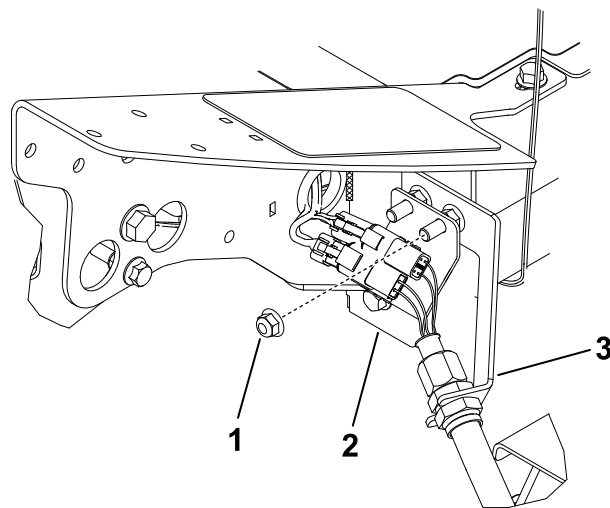

Figura 26
1. En la esquina delantera izquierda del bastidor (posición de la unidad de corte Nº 4), retire la tuerca con arandela prensada adicional del perno que sujeta el soporte de pasamuros a la máquina (Figura 26).
3. Instale la chapa de conexión en los pernos de montaje del pasamuros con los conectores posicionados según se indica en Figura 26.